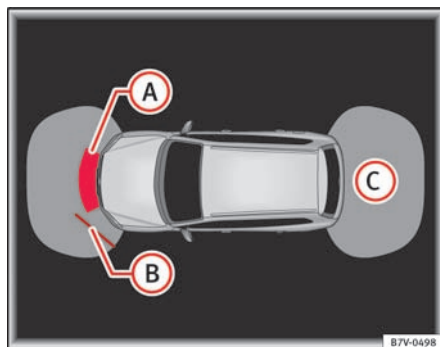
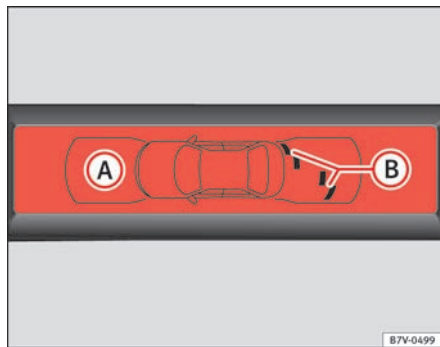

Fig. 141 OPS-visning på skærmen: (A) forhindring registreret i kollisionsområdet. (B) forhindring registreret i segmentet. (C) scannet område bag bilen
Fig. 142 OPS-visning på skærmen: (A) forhindring registreret i segmentet. (B) scannet område foran bilen
Det område, hvor der registreres forhindringer, strækker sig op til en afstand på ca. 120 cm foran bilen og ca. 60 cm til siden ⇒ Fig. 142 (B). Området bag bilen scannes op til en afstand på ca. 160 cm og ca. 60 cm til siden ⇒ Fig. 141 (C).
Den viste grafik viser de overvågede områder i flere segmenter. Jo tættere bilen kommer på en forhindring, desto tættere rykker segmentet hen mod den viste bil (B) og ⇒ Fig. 142 (A). Senest når det næstsidste segment bliver vist, er du kommet til kollisionsområdet. **Kør ikke videre!** ►